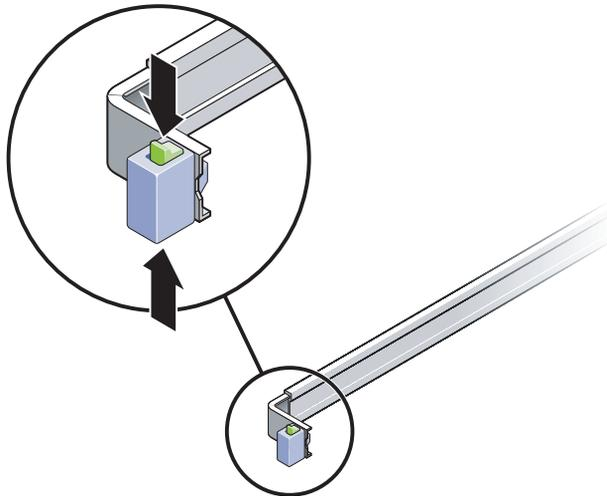

ABBILDUNG 3-23 Entsperren der Schienenbaugruppe
- a. Drücken Sie hierzu die obere und die untere Sperrtaste der Schienensperre gleichzeitig nieder (ABBILDUNG 3-23).